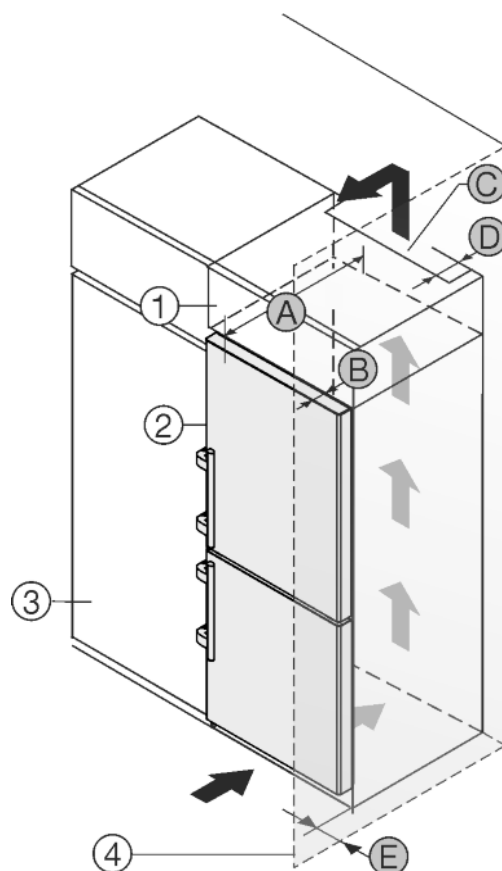

Fig. 26
Устройство может быть окружено кухонными шкафами. Чтобы уравнивать устройство *Fig. 26 (2)* по высоте с кухонной стенкой, можно установить над устройством дополнительный шкафчик *Fig. 26 (1)*.
Установить устройство можно непосредственно рядом с кухонным шкафом *Fig. 26 (3)*. Чтобы можно было полностью открыть двери, устройство должно выступать на глубину *Fig. 26 (B)* относительно передней стенки кухонного шкафа. В зависимости от глубины кухонных шкафов и использования пристенных распорок устройство может выступать и больше.
- На задней стенке дополнительного шкафчика должен быть вентиляционный канал с глубиной *Fig. 26 (D)* по всей ширине этого шкафа.
- Нужно соблюдать вентиляционное отверстие *Fig. 26 (C)* под нижней панелью.
Если устройство установлено на шарнирах у стены *Fig. 26 (4)*, то нужно соблюдать расстояние *Fig. 26 (E)* между устройством и стеной. Настолько выступает ручка при открытой двери.